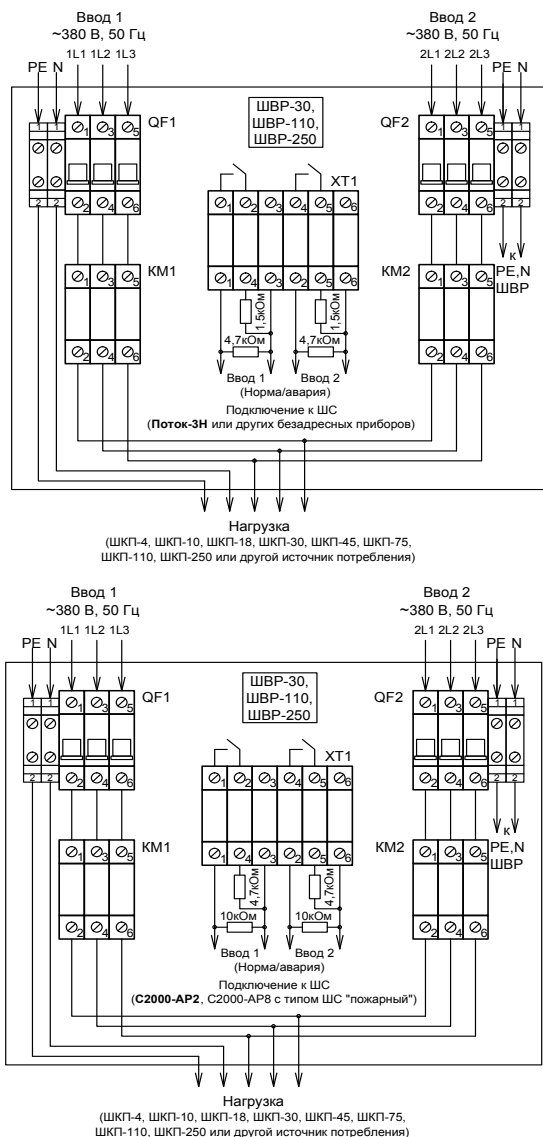

Рисунок 8. Схема подключения шкафов ввода резерва «ШВР-30», «ШВР-110», «ШВР-250»
2. Подключение соединительных линий выполняйте в соответствии с проектной документацией и схемой на рис. 8.